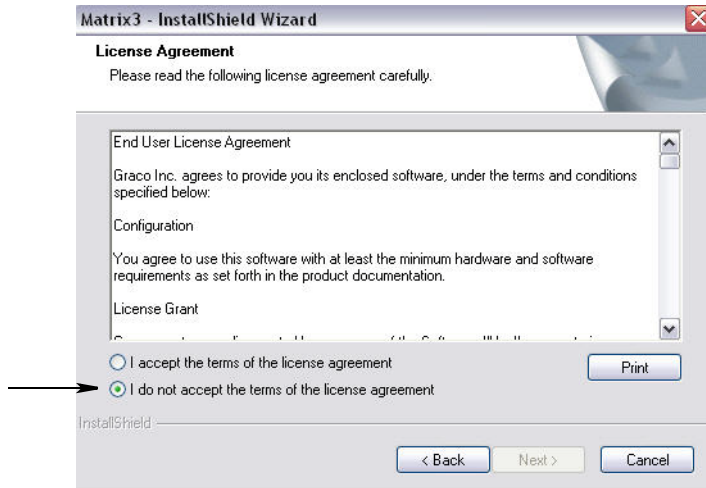

FIG. 13
4. Repase el contrato de licencia del usuario final (FIG. 13). Si lo acepta, seleccione "Acepto los términos del contrato de licencia". Después de aceptar los términos del contrato de licencia, se habilita el botón SIGUIENTE. Haga clic en el botón SIGUIENTE.